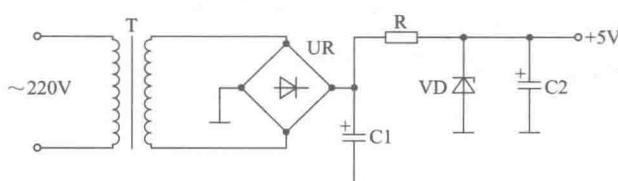
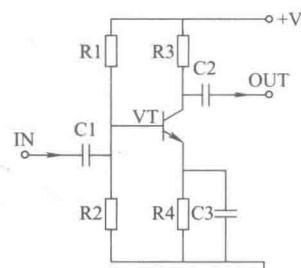

图 1-4 直流稳压电源电路
图 1-5 分压式电流负反馈放大电路
(2) 单元电路图 单元电路图是单元电路原理图的简称，指电子产品中用来完成某一特定功能的局部电路图。直流稳压电源电路如图 1-4 所示，分压式负反馈放大电路如图 1-5 所示。